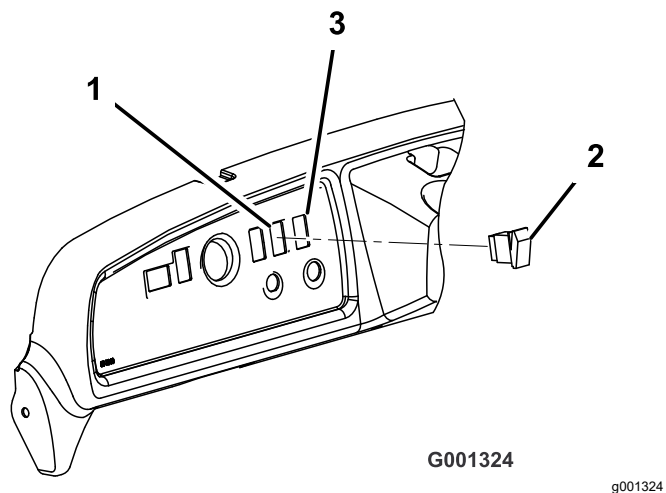

Figura 7
2. Îndepărtați capacul de pe panoul de bord, în dreapta coloanei de direcție i deasupra comutatorului de contact (Figura 7).
5. Apăsai padela de sus a comutatorului de ridicare a platformei pentru a extinde dispozitivul de acionare (Figura 7).
6. Alinai padela de sus corespunzător poziiei pentru ora 12 i introducei comutatorul de ridicare a platformei în deschiderea din plana de bord (Figura 7).